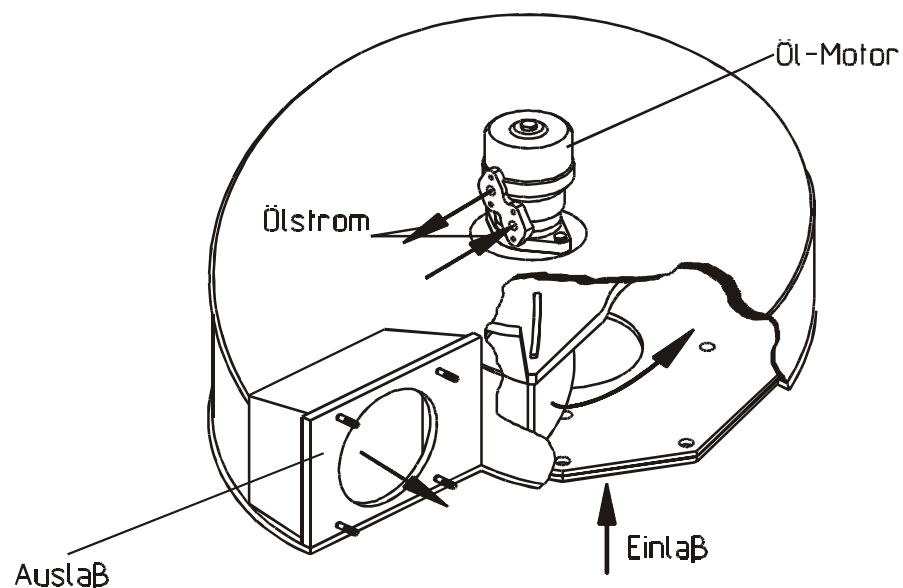

Abb. 62.1.3.1
- **Förderrichtung:** Der Turbobefüller ist so zu installieren, dass das Medium durch den Auslass (6" Flansch) herausströmt (siehe Abb. 62.1.3.1). Die Mindestgröße der Hydraulikleitungen ist DN16. (zulässiger Hydraulik Druck und Fördermenge siehe Kap. 62.1.9 - Technische Daten Ölmotoren)
- **Drehrichtung beachten!!** (siehe Abb. 62.1.3.1 und Aufkleber).